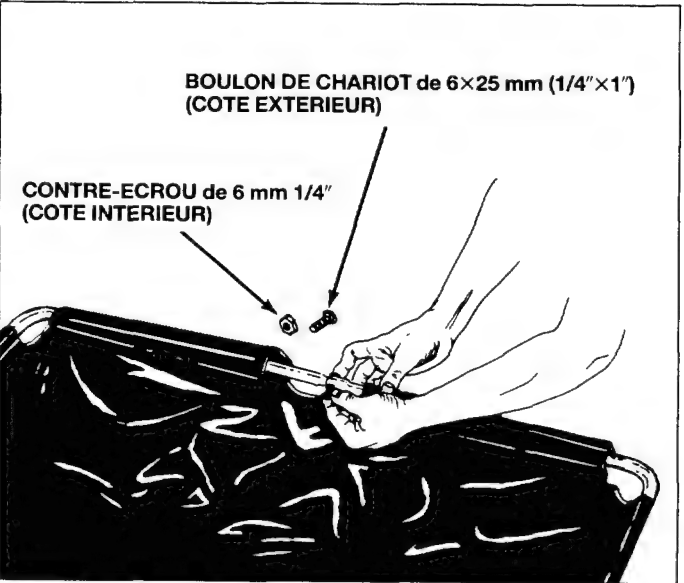

Fig. 15
4. Vissez ensemble les ferrures supérieures avec un boulon de chariot de 6×25 mm (1/4"×1") et un contre-écrou. Voir la figure 15.